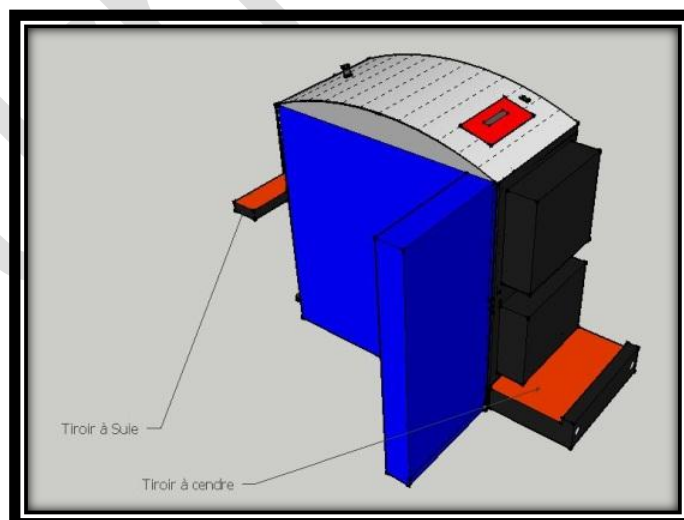

Fig 1.1
- Vider les cendres (fig 1.1):